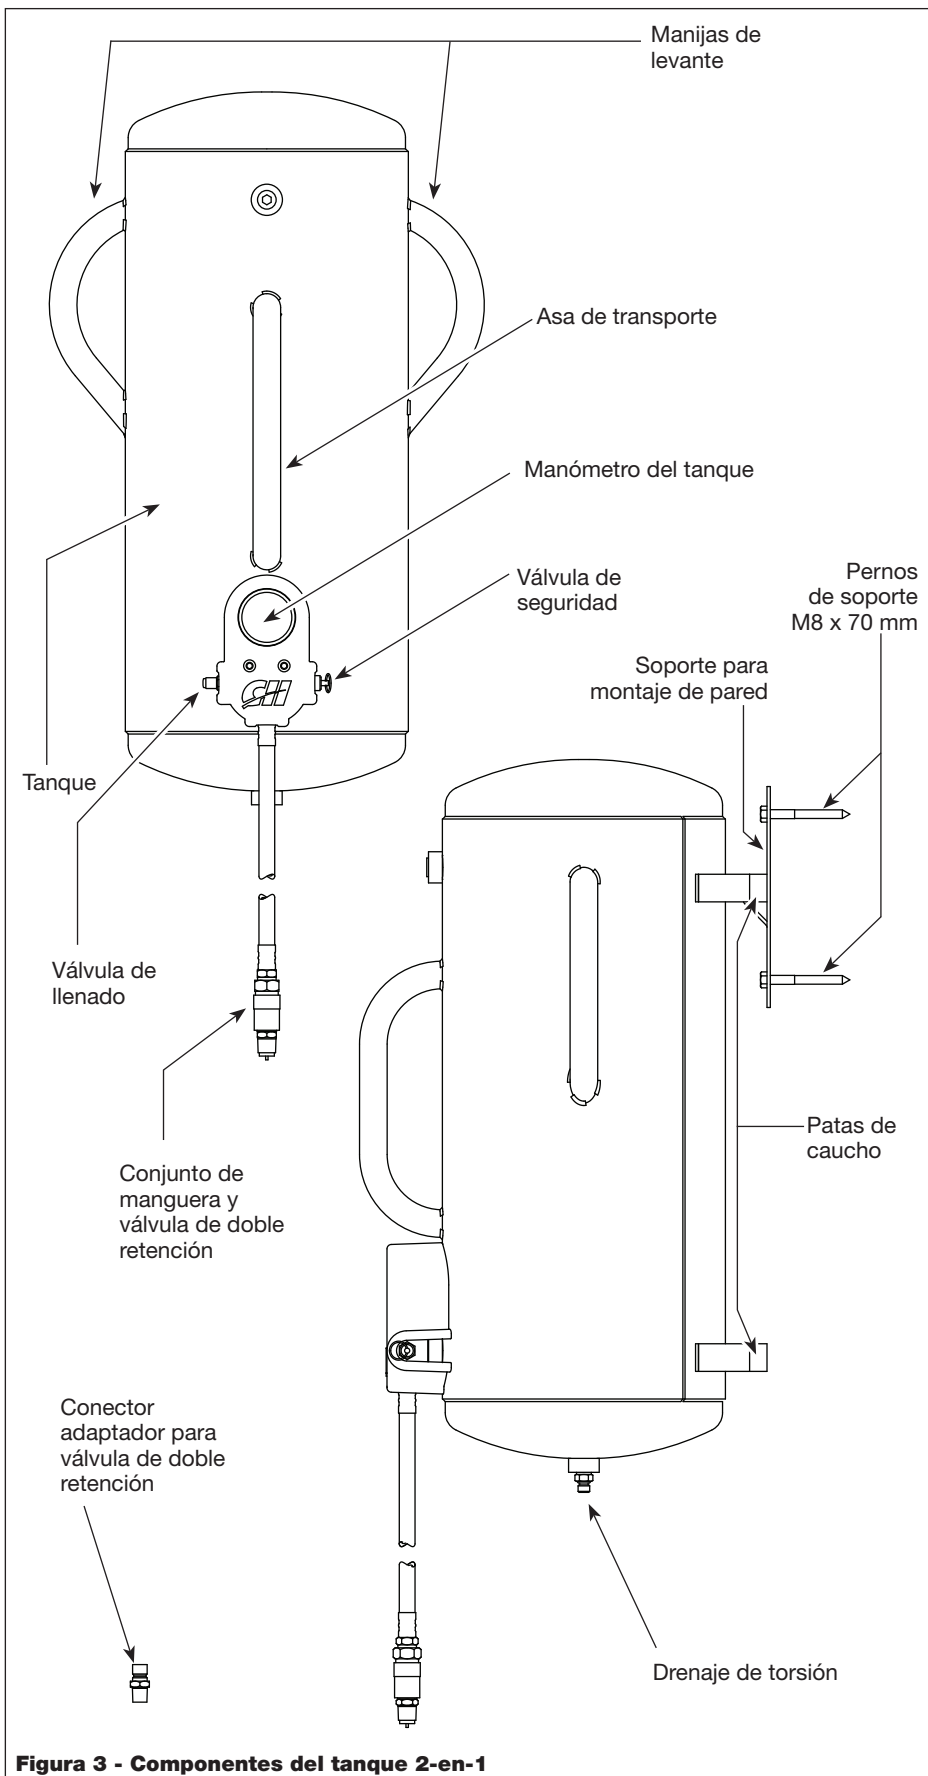

Figura 3 - Componentes del tanque 2-en-1
2. Conecte el mandril de la fuente de suministro de aire a la válvula de entrada ubicada al lado del múltiple (Vea la Figura 3). Llene el tanque hasta alcanzar una presión máxima de 10,43 bar (150 psi) indicada por el manómetro. La válvula de seguridad está fijada a una presión de 11,38 bar (165 psi) para evitar que se llene el tanque excesivamente.